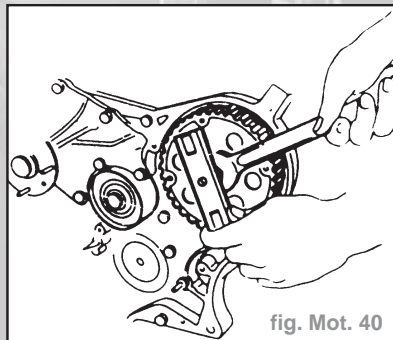

fig. Mot. 40
- Déposer la poulie de distribution de la pompe à injection (utiliser **KM-651**) (fig. Mot. 40).